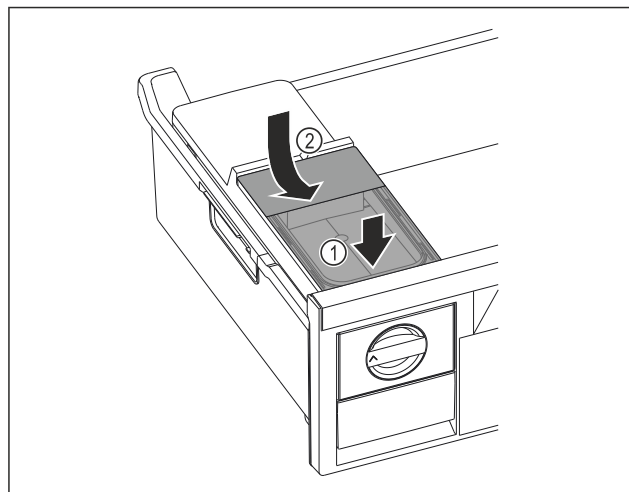

Fig. 181
- Placer le réservoir d'eau à l'avant. Fig. 181 (1)
- Abaisser le réservoir d'eau à l'arrière. Fig. 181 (2)